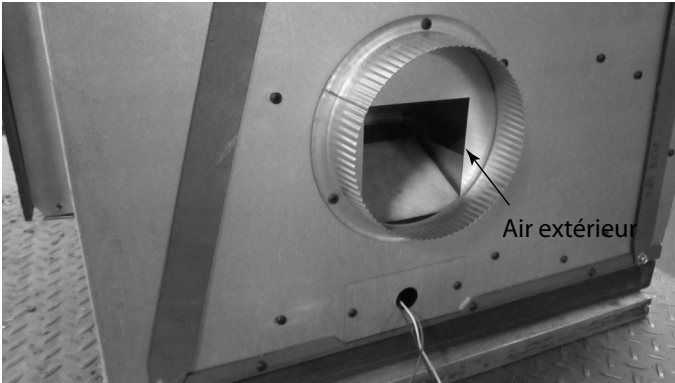
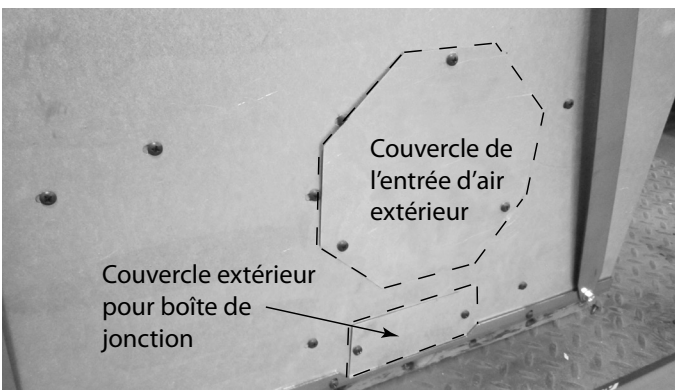

Figure 3.12 Côté droit
Figure 3.13 Côté gauche
- Retirez la bague d'air extérieur (figure 3.12) et le couvercle d'air extérieur (figure 3.13).